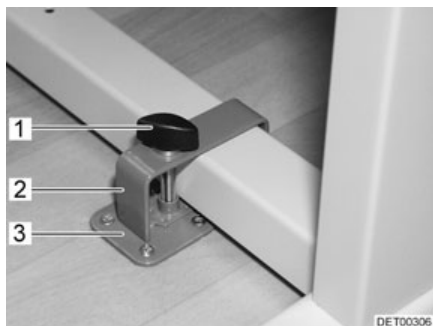
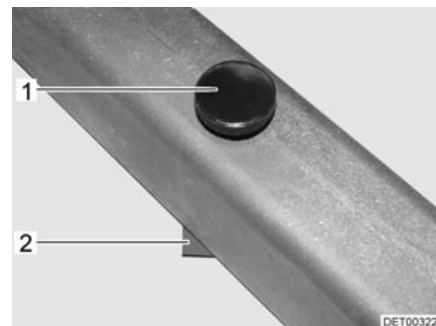

Fig. 81 Dispositif de blocage table pivotante avec étrier
Fig. 82 Dispositif de blocage table pivotante sans étrier
- Placer la table pivotante près du support (Fig. 81,3) ou sur celui-ci (Fig. 82,2).
- Placer l'étrier (Fig. 81,2) avec la vis de fixation (Fig. 81,1) par-dessus le pied de table.
- Pousser l'étrier et, le cas échéant, la table pivotante de telle sorte que la vis de fixation (Fig. 81,1 ou Fig. 82,1) puisse être vissée dans le support (Fig. 81,3 ou Fig. 82,2).